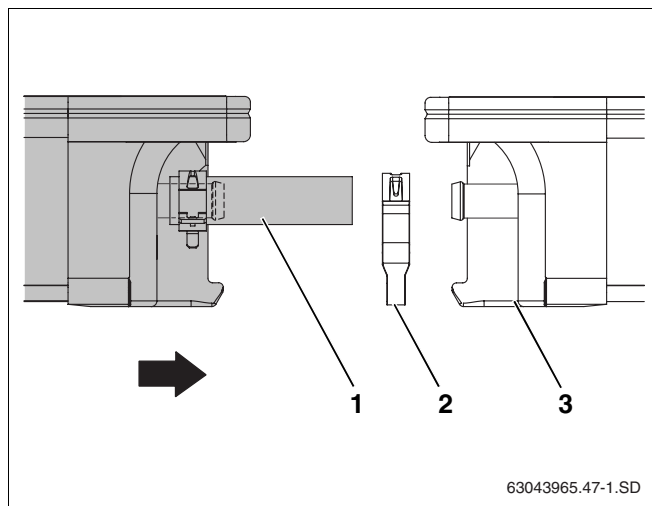

Fig. 27 Relier le deuxième capteur au premier
- Glisser le deuxième capteur avec les tubes solaires prémontés (fig. 27, **pos. 1**) dans le dispositif anti-glissement.
- Glisser la deuxième bride du compensateur (fig. 27, **pos. 2**) sur le tube solaire.
- Glisser le deuxième capteur contre le premier de manière à ce que les tubes solaires prémontés soient placés sur les raccords gauches du premier capteur (fig. 27, **pos. 3**).